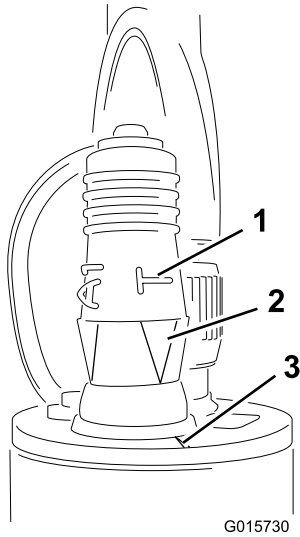

図 11
5. センサーにプログラミングプラグを取り付ける (図 11)。
重要 側面の“T”の下にある矢印が、センサーの上面の縁についているノッチと整列していることを確認してください (図 11)。